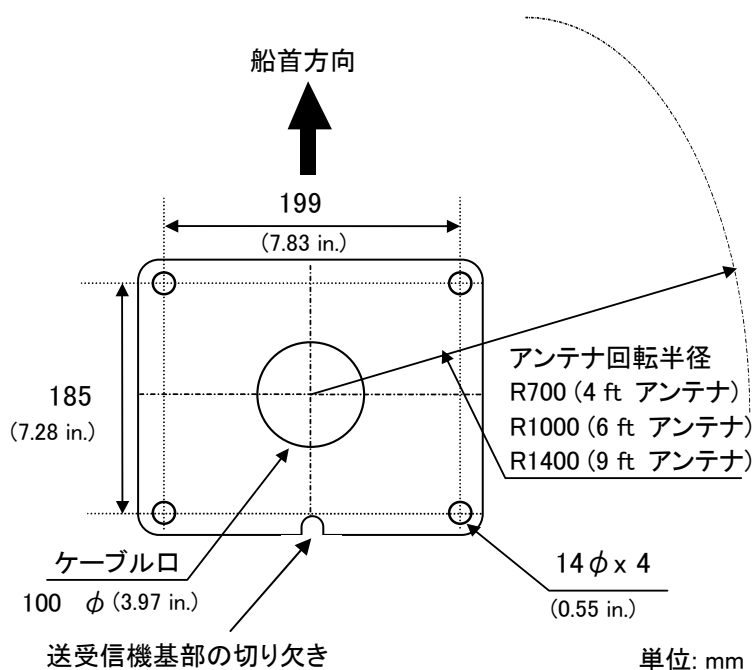

図 3.1 取付孔平面図
駆動部は図 3.1 に示すように、取付け基部の切欠き部分が船尾方向に向くように設置します。このように設置することで、保守作業がやり易くなります。1.4.1 項に述べた装備上の注意事項も併せて参考にして下さい。
- (1) 直径 14mm の取付け穴を、図 3.1 を参照してプラットフォーム上の取付け面に開けます。
- (2) 所定の位置に空中線駆動部を置き、工事材料に含まれる 4 個の 12mm ステンレスボルトで固定します。